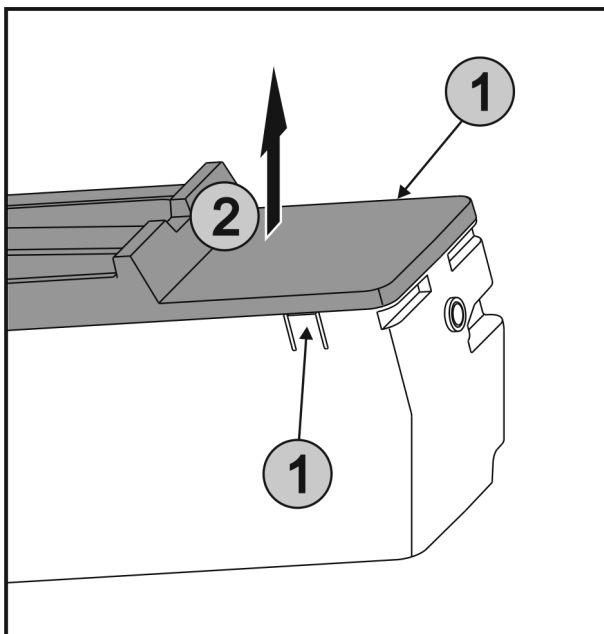

Fig. 21
- ▶ Lippen Fig. 21 (1) aan beide zijden van EasyTwist-Ice gelijktijdig indrukken en de afdekking Fig. 21 (2) omhoog verwijderen.